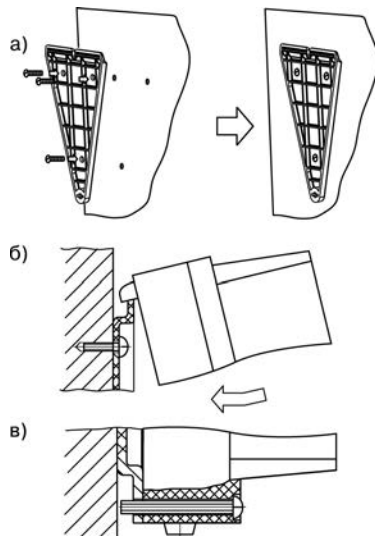

Рисунок 8.1 - Монтаж прибора настенного исполнения
- 1) Закрепить кронштейн тремя винтами М4×20 на поверхности, предназначенной для установки прибора (см. Приложение А и рисунок 8.1, а).
- 2) Зацепить крепежный уголок на задней стенке прибора за верхнюю кромку кронштейна (рисунок 8.1, б)
- 3) Прикрепить прибор к кронштейну винтом М4×35 из комплекта поставки (рисунок 8.1, в).